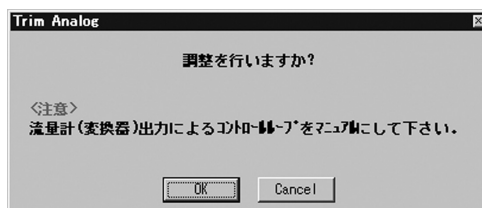

図73
- ② 図73のようなメッセージボックスが現れますので、アナログ出力の調整を行う場合は「OK」ボタンをクリックしてください。